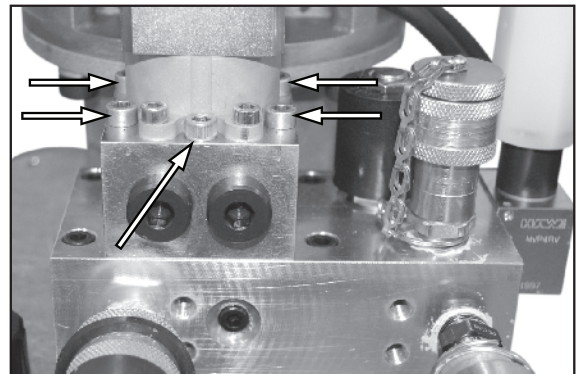

Figura 44.
2. Consulte la Figura 44. Suelte los cinco pernos de la válvula de 2 posiciones/4 vías. Se capturan los pernos y parte del ensamblaje.